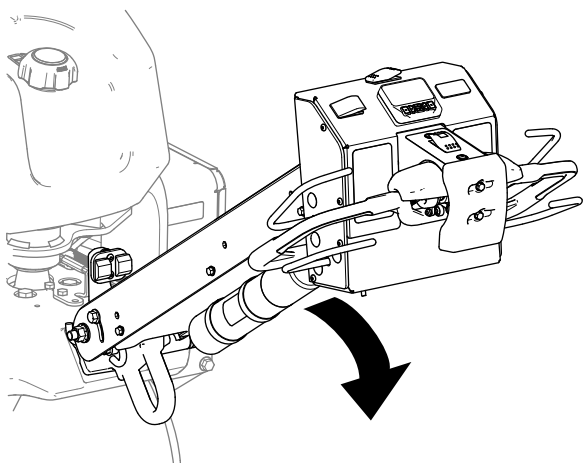

Figura 31
2. Baixe a barra de ligação (Figura 31).